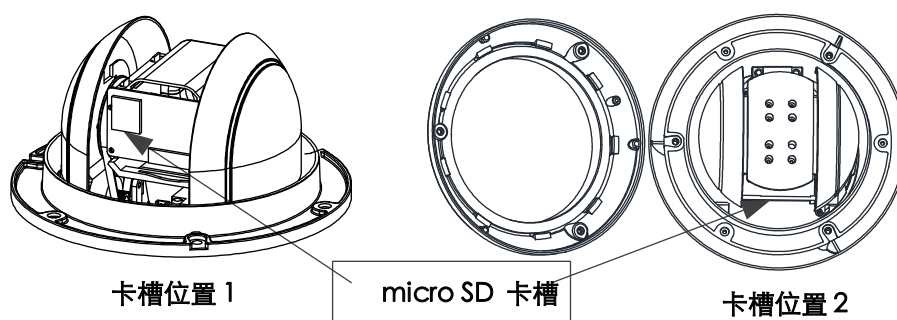

图1-8 4 寸非红外位置
- 4 寸非红外智能球根据不同的型号，micro SD 卡槽的位置不同，具体请以实际设备为准，卡槽示意图如图 1-8 所示。